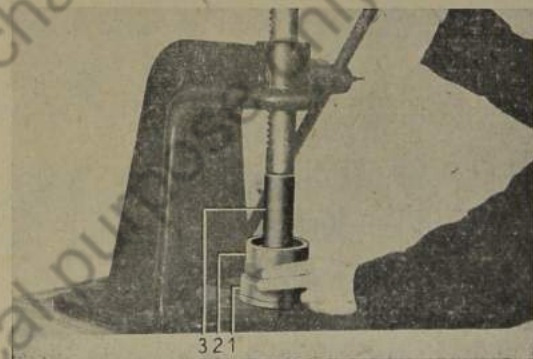

Bild 640: Schrägkugellager aus Einstellbuchse herausdrücken
20. Schrägkugellager aus der Einstellbuchse auf Hebelpresse herausdrücken (Bild 640).